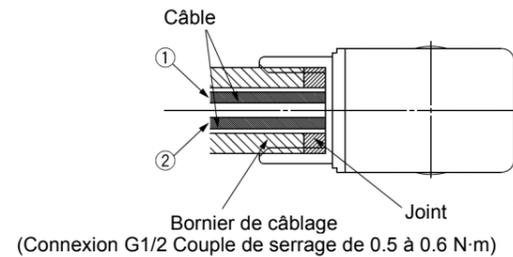

Figure 7
- Serrez le bornier au couple indiqué en Figure 7.